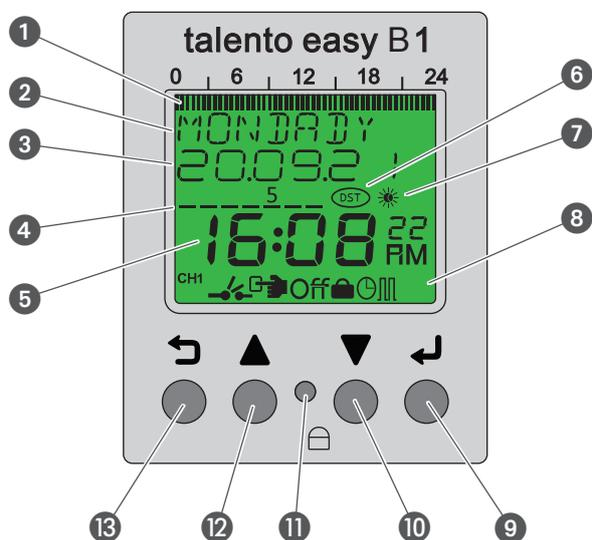

Abb. 2: Displayaufbau
- ④ Tag der Woche
- ⑤ Uhrzeit
- ⑥ Sommer-/Winterzeit
- ⑦ Tag-/Nachtzeit
- ⑧ Symbolleiste
- ⑨ Enter-Taste
- ⑩ Down-Taste
- ⑪ Reset-Taste
- ⑫ Up-Taste
- ⑬ Menü-Taste
Funktionstastenasten (Abb. 2/⑨ + ⑩)
Symbole (Abb. 2/6 + 7 + 8)
Die Menüstruktur erscheint auf dem Display nach Betätigung der Menü-Taste  (Abb. 2/13).